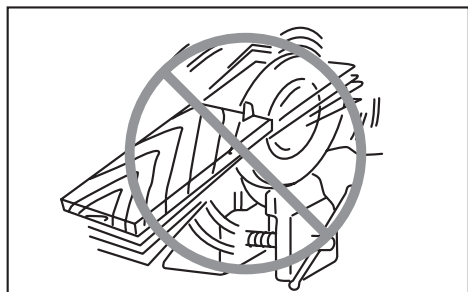

图7
17. 切勿试图使用虎钳倒持电动圆锯进行切割操作。这样做非常危险，会导致严重的事故。（图7）